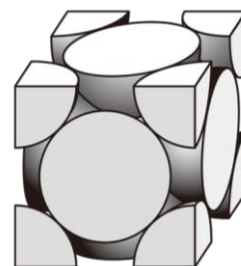

図 4-1
- (1) セメント A の比表面積 (cm^2/g) を有効数字 3 桁で求めよ。
- (2) セメント A を一辺 1 cm の立方体の容器に最密充填状態 (図 4-1) で詰めたとき、充填率 (%)、単位容積質量 (g/cm^3)、および粒子間の隙間に入る最大の球の直径 (μm) をそれぞれ有効数字 2 桁で求めよ。